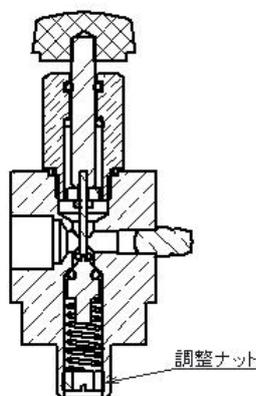

図 5
④ グリースチェッカー内蔵逆止弁のクラッキング圧力の調整が可能です。調整ナットを本体吐出側から見て、右に回すとクラッキング圧力が高くなり、左に回すとクラッキング圧力が低くなります。(図 5)